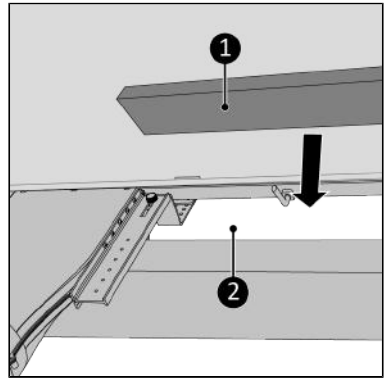

Abbildung 154.
15. Füllen Sie die Freiräume (Abbildung 154, Pos. 1) mit dem gelieferten Isolierschaum (Abbildung 154, Pos. 2) auf, schneiden Sie den Schaum ab, falls notwendig\*.